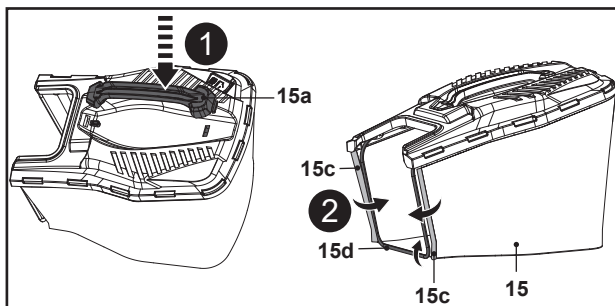

Fig. 4
1. Insérer la poignée de transport (15a) dans les deux encoches d'assemblage et s'assurer que la poignée de transport (15a) est bien en place (Fig. 4, étape 1).
2. Attacher les trois clips en caoutchouc (15c) sur la tige de support (15d) du bac de ramassage (15) (Fig. 4, étape 2).
3. Le bac de ramassage (15) est prêt à l'emploi.